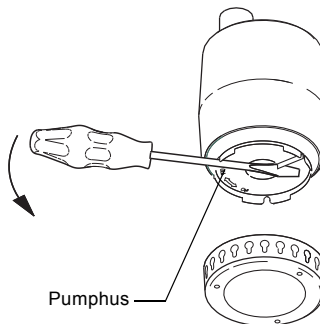

Fig. 11 Demontering av pumphus
3. Vrid pumphuset 90 ° moturs med en skruvmejsel (se pilen på pumphuset). Avlägsna pumphuset. Se fig. 11.